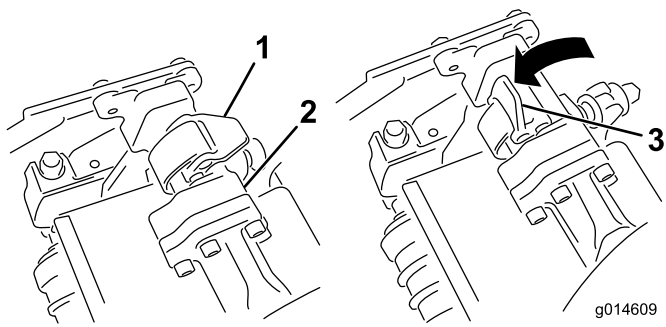

Bild 33
3. Die Riegel an der Aufhängearmstange müssen nach oben zeigen (d. h. offen) (Bild 33); drücken Sie den Aufhängearm dann so nach unten, dass die Stange über die Stange an der Oberseite des Mähwerks passt (Bild 34).
- Drücken Sie die Riegel nach unten und um die Mähwerkstange und arretieren sie (Bild 33).
4. Öffnen Sie die Riegel an der Aufhängearmstange des Mähwerks, das Sie entfernen möchten (Bild 33).